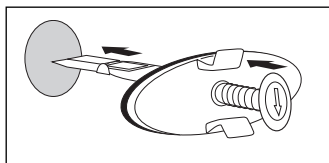

Bild 1
- Vid runda överloppsrör trycker du in spännstiftet och håller det kvar i det läget så att låsspaken kan fällas ut och bilda en förlängning av stiftet (Bild 1).